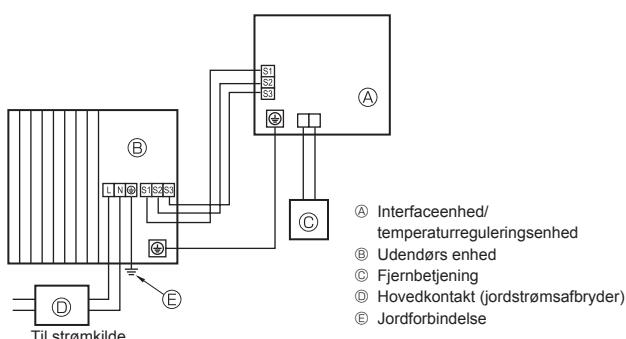
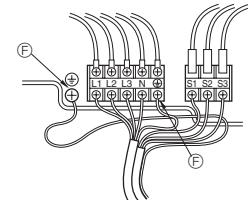

Fig. 6-1
Fig. 6-2
6.1. Udendørs enhed (Fig. 6-1, Fig. 6-2)
- Før kablerne som angivet i Fig. 6-1 og Fig. 6-2.